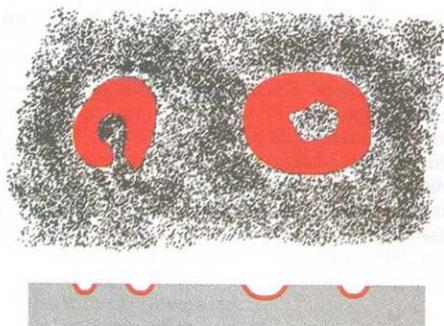

Рис.12.1 Возможный внешний вид кратеров, остающихся на месте зашлифованных соринки на поверхности эмали или лака. Вид соответственно сверху и в разрезе
**Вокруг сошлифованной соринки остался кратер, в центре которого может находиться «островок» или «полуостровок».** На рис. 12.1 изображены оба варианта.